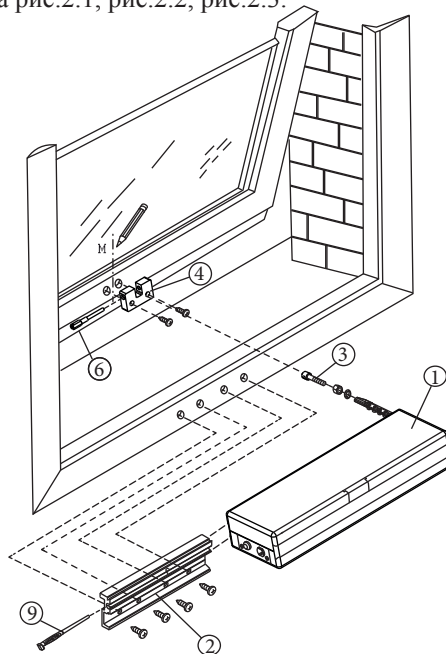
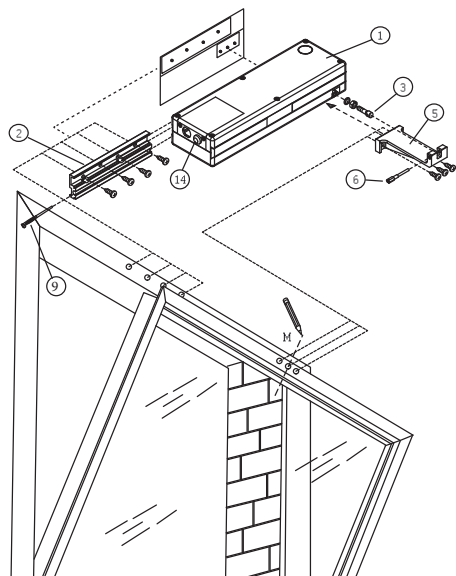
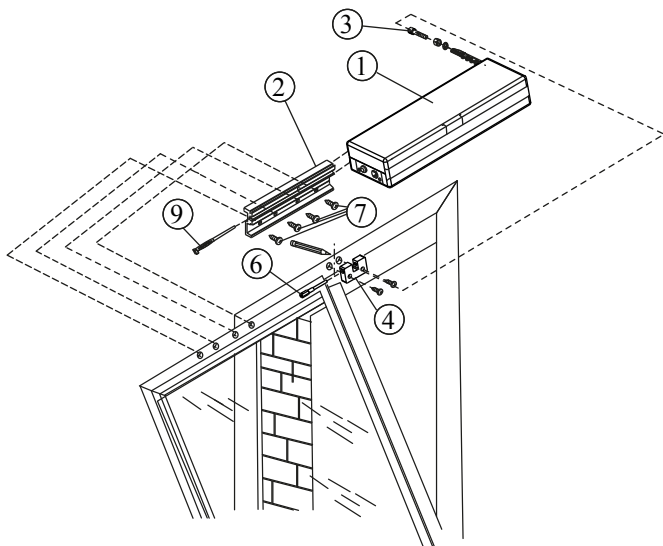

Рис.2.1 Схема монтажа "открытие на улицу"
Рис.2.2 Схема монтажа "открытие внутрь", крепление привода на раму
Рис.2.3. Схема монтажа открывание внутрь, крепление привода на створку
Монтаж привода (рис.2.1 и рис.2.2)
1. Отметить место монтажа привода (если идёт монтаж одного привода, то ½ ширины створки, если двух, то ¼ ширины створки) и наклеить шаблон (10).
3. Закрепить кронштейн привода (2) и кронштейн створки (5 для внутреннего открывания или 4 для внешнего открывания) самонарезными винтами (7) на раме и створке соответственно. Если винты короткие (для ПВХ и Дерева) необходимо применить винты соответствующей длины для обеспечения надёжного крепления.
4. Надеть привод (1) на кронштейн (2).
5. Накрутить гайку стопорную и одеть шайбу на винт регулировочный (3).
6. Соединить винт регулировочный (3) с кронштейном створки (5 для внутреннего открывания или 4 для наружного открывания) с помощью стопорного винта (6), как показано на рис.2.1, рис.2.2, рис.2.3.